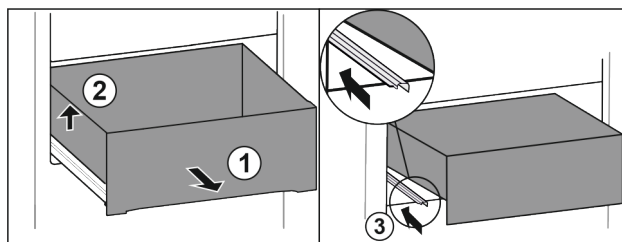

Fig. 77
► Vytiahnite zásuvku až na doraz. Fig. 77 (1)
► Nadvihnite zásuvku doľava. Fig. 77 (2)
► Zasuňte ľavú koľajničku. Fig. 77 (3)